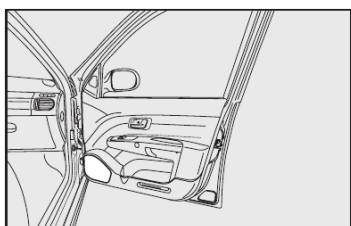

fig. 129
- alto-falantes na porta dianteira fig. 129.